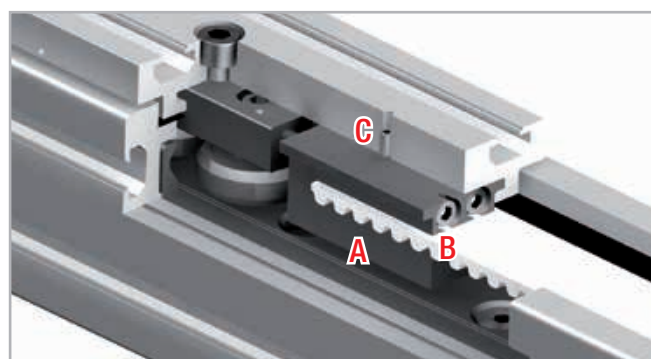

Рис. 33
1. Вывинтить предохранительные винты "С" (находящиеся на боковой поверхности крепёжной пластины каретки) из натяжителя "А" (см. Рис. 33).